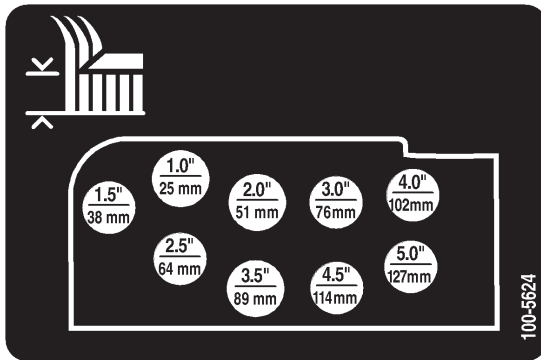

Bild 13
6. Montieren Sie die Schnitthöhenketten im gewünschten Schnitthöhenloch (Bild 13) und befestigen Sie sie mit dem Splint und dem Lastösenbolzen.